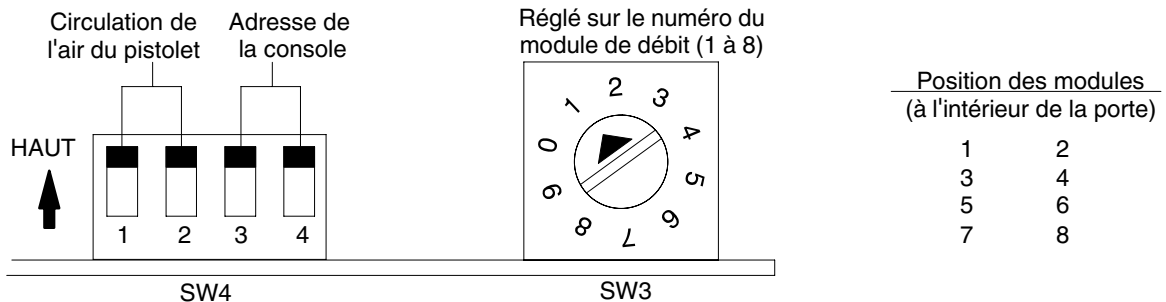

Figure 3-3 Adresse du module iFlow
Voir la figure 3-3 et le tableau 3-1.
**Numéro de module (SW3) :** Régler le commutateur rotatif de chaque module sur le numéro de module approprié. Les modules sont numérotés comme indiqué dans le tableau d'organisation des modules de la figure 3-3.